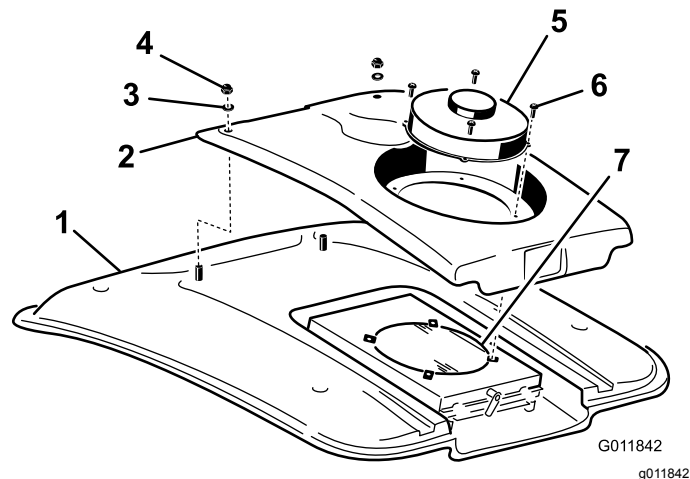

Figure 114
2. Retirez les (4) vis qui fixent le ventilateur et le couvercle du condenseur au support du ventilateur (Figure 114).
4. Retirez les deux écrous et rondelles qui fixent l'avant du couvercle du condenseur au toit de la cabine (Figure 114).
8. Nettoyez soigneusement le condenseur à l'air comprimé (Figure 114).